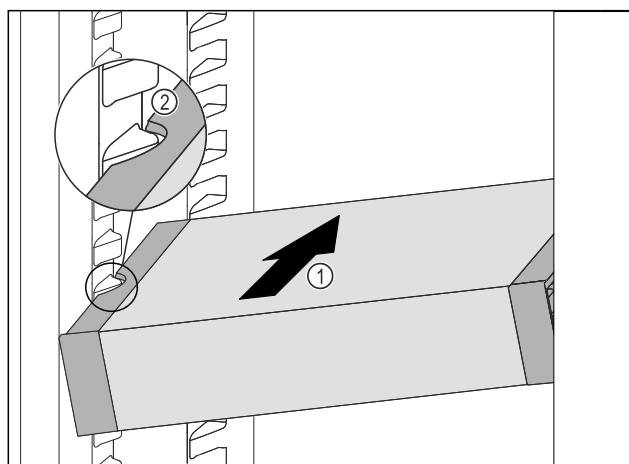

Fig. 178
- ▶ 将 VarioSafe 斜插入冷藏区中 Fig. 178 (1)，直至 VarioSafe 的侧部凹槽 Fig. 178 (2) 与冷藏区中的容器肋梁持平。